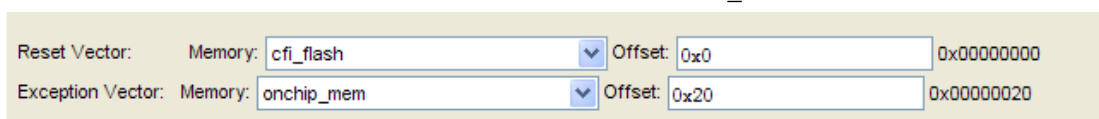

图 9-5 CPU 属性设置
9. 完成后双击加入的 CPU，选择其 Reset Vector 在 cfi_flash 中。如图 9-5。